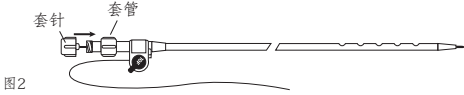

图2
3.取出套针针芯的纸垫片。通过金属套管推进套管针芯，拧紧鲁尔接头。详见图2。